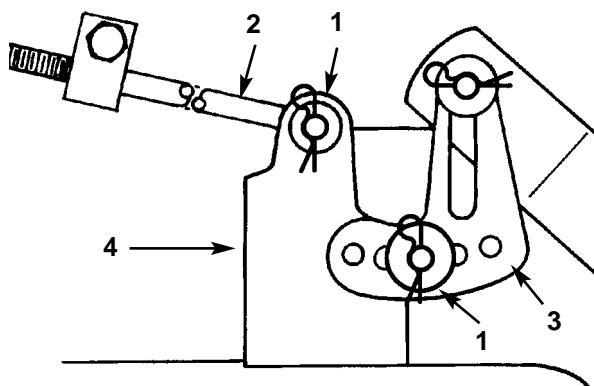

Fig. 42
10. Togliere la coppia a forcella e la rondella dall'estremità dell'asta lunga (Fig. 42). Estrarre l'asta dall'attacco del tosaerba. Ripetere dal lato opposto del tosaerba.
11. Togliere la coppia a forcella e la rondella dalla staffa di livellamento del tosaerba (Fig. 42). Estrarre la staffa dal perno di montaggio. Montare la rondella e la coppia a forcina per non smarirle.